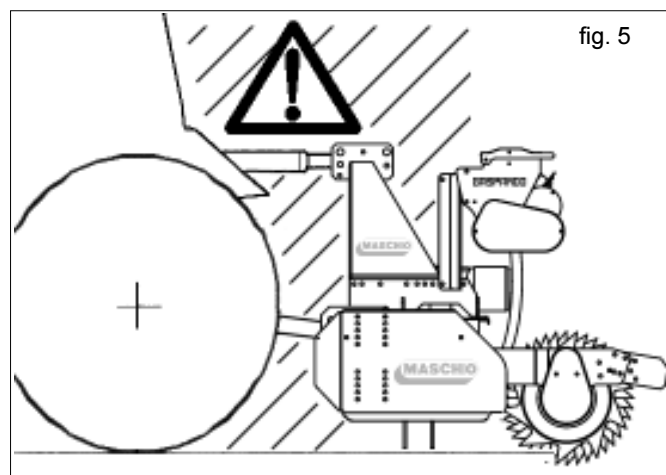

fig. 5
- 25) Es ist strengstens verboten zwischen den Schlepper und den Anschluß zu treten, um die Hubsteuerung von aussen zu betätigen (Abb. 5).
- 26) Es ist strengstens verboten, bei laufendem Motor und eingeschalteter Kardanwelle zwischen Schlepper und Gerät zu treten (Abb. 5). Man darf sich nur zwischen die Teile begeben, nachdem die Standbremse betätigt und die Räder mit einem Keil oder Stein geeigneter Größe abgesichert wurden.